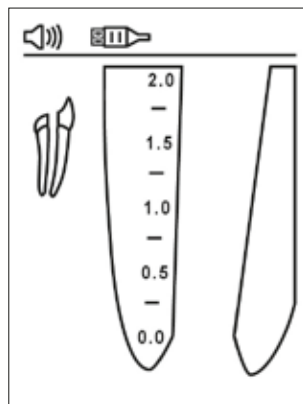

Imagen 3
- 6.4.2. Introduzca el cable de medición en la conexión del dispositivo y asegúrese de que el icono del cable aparezca en la barra de estado (imagen 3).